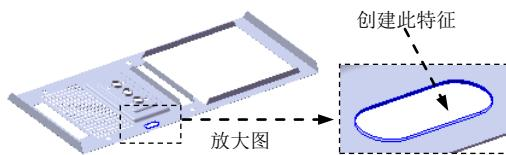
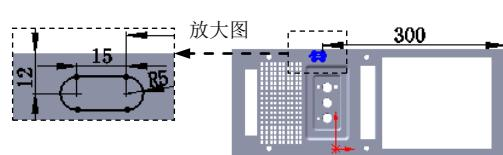

图 17.8.57 创建切除一拉伸 7
图 17.8.58 横断面草图
Step16. 创建图 17.8.57 所示的切除一拉伸 7，横断面草图如图 17.8.58 所示，具体操作过程参见 Step15。